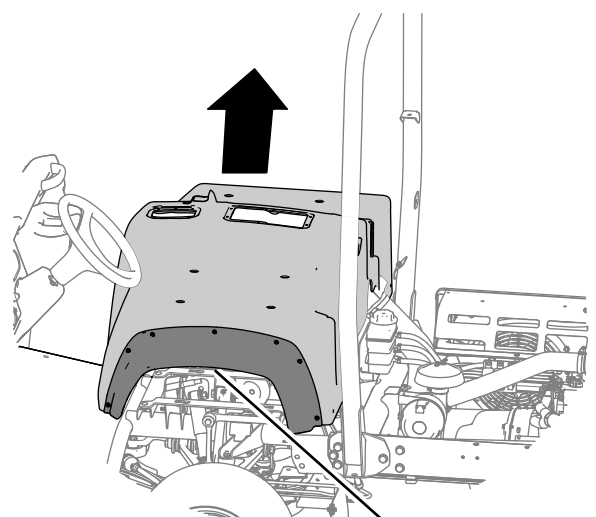

Bild 13
3. Heben Sie die Sitzabdeckung an und nehmen Sie sie von der Maschine ab (Bild 13).